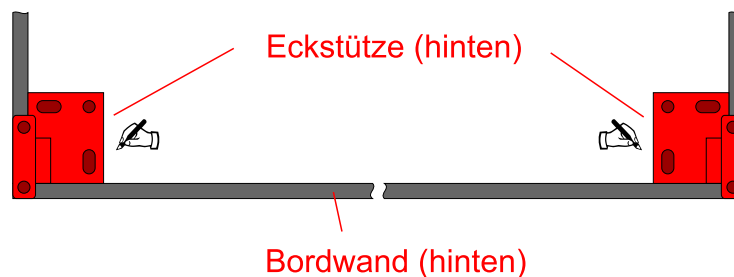

Bild 2
2. Ecksäulen **(ohne Bordwandhalterung)** an die hintere Bordwand anlehnen, zur seitlichen Bordwand ausrichten und die Bohrlöcher auf der Ladefläche kennzeichnen (Bild 2).